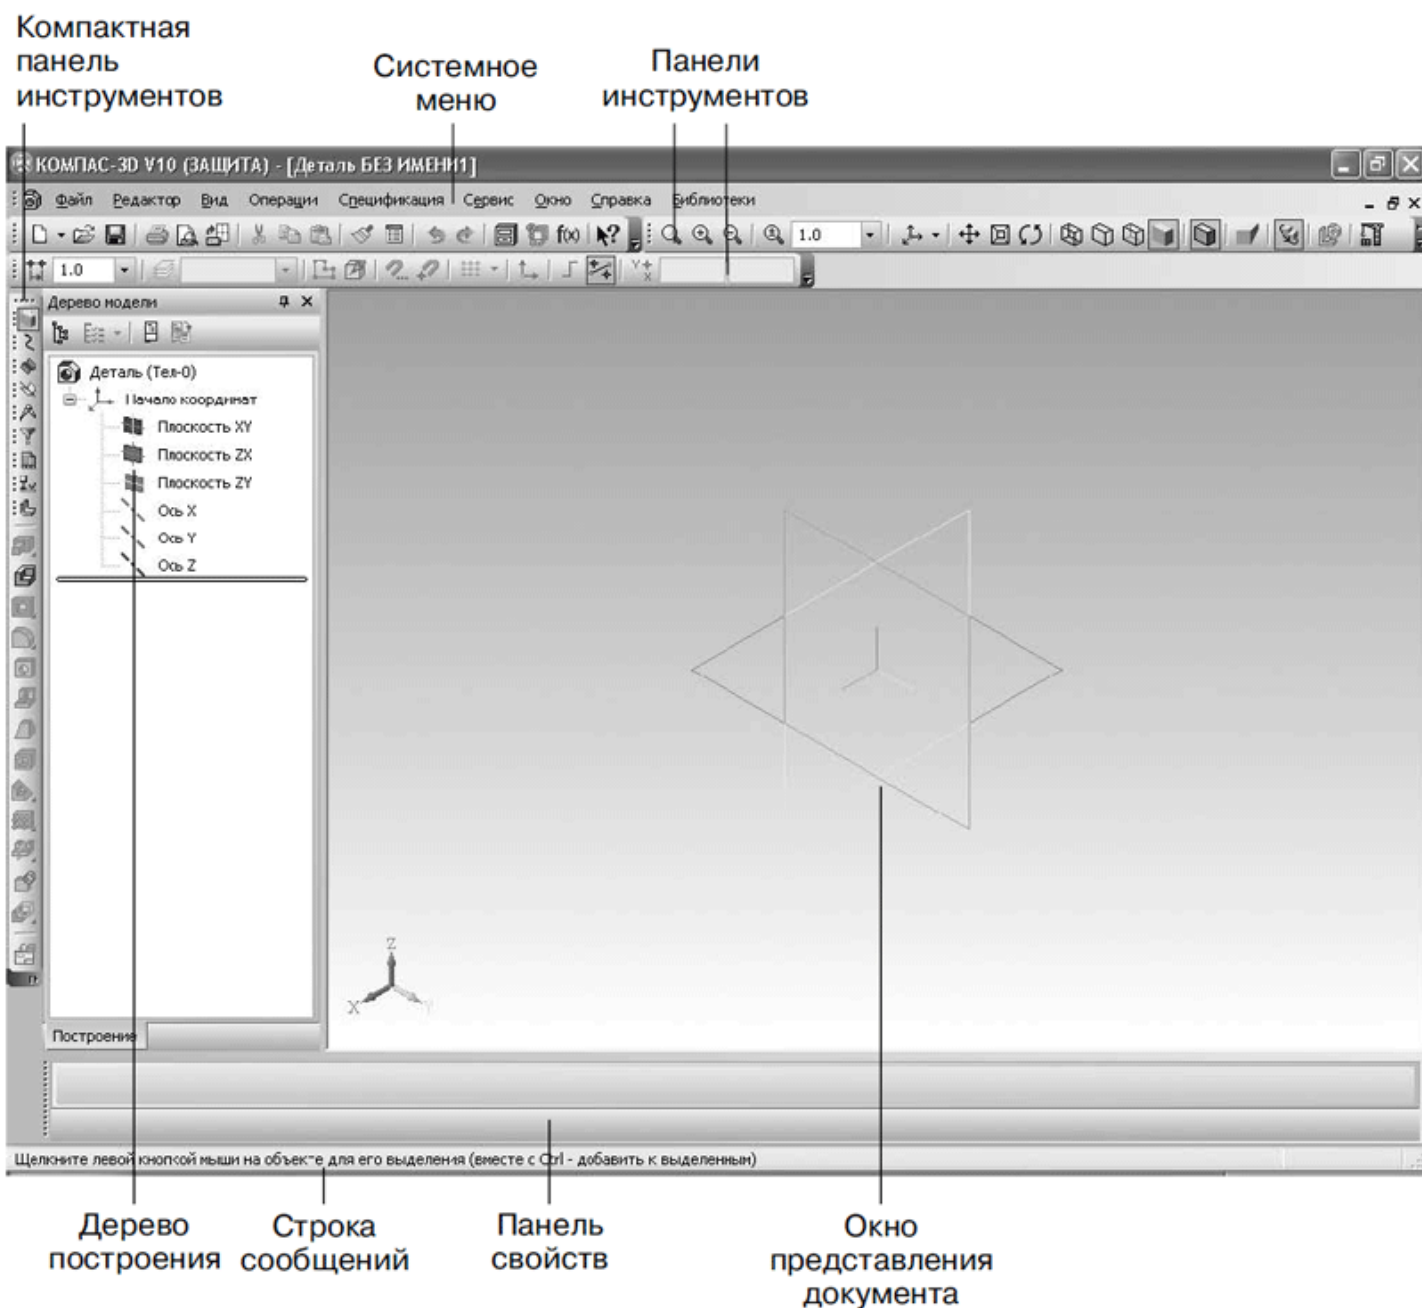
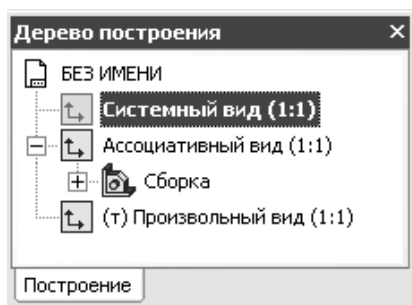

Рис. 1.4. Элементы пользовательского интерфейса системы КОМПАС-3D
Рис. 1.12. Дерево построения чертежа
Для детального знакомства с интерфейсом программы стартовой страницы явно недостаточно, поэтому выберите в диалоговом окне Новый документ тип файла Деталь и нажмите кнопку ОК (или просто воспользуйтесь ссылкой Деталь на стартовой странице программы). Система создаст новый документ КОМПАС-Деталь, при этом главное меню и панели инструментов изменятся (рис. 1.4).
- *Компактная панель инструментов* – наиболее важный и часто используемый элемент интерфейса. Это вертикальная панель, по умолчанию расположенная в левой части окна программы. Она объединяет панели инструментов, предназначенные для создания и редактирования моделей, чертежей или элементов спецификаций. Между панелями инструментов можно переключаться с помощью специальных кнопок (на рис. 1.4 эти кнопки размещены в верхней части компактной панели). Состав компактной панели зависит от типа документа, с которым работает пользователь.
Панель свойств может быть закреплена возле любого края клиентской области главного окна программы. Для этого нужно воспользоваться соответствующей командой подменю Размещение контекстного меню. Его можно вызвать, щелкнув правой кнопкой мыши в любой точке панели свойств. Кроме того, панель свойств может быть зафиксированной (см. рис. 1.4) или плавающей. Плавающая панель в неактивном состоянии скрывается за границей (фреймом) главного окна. Это может быть удобно при небольшом разрешении экрана монитора (например, 800 ? 600), так как при этом панель свойств не будет закрывать собой участок клиентской области окна документа. При достаточно большом разрешении экрана режим плавающей панели не совсем удобен, потому что для каждого обращения к свойствам текущей операции панель придется «доставать» из-за края неклиентской области окна (для чего нужно будет щелкать кнопкой мыши на закладке с заголовком панели и ждать, пока панель всплывет).
При установленных флажках возле команд Дерево построения (присутствует только в документе-чертеже) и Строка сообщений в главном окне приложения будут присутствовать соответствующие элементы интерфейса. По умолчанию флажок Строка сообщений установлен всегда, а пункт Дерево построения для чертежа отключен. Сняв любой флажок, пользователь может спрятать одноименный элемент интерфейса программы. Обратите внимание, что дерево построения чертежа (рис. 1.12) отличается от дерева построения сборки или детали (см. рис. 1.4). В нем отображается иерархия видов графического документа. Текущий вид обозначается символом (т) перед названием вида. Если учесть, что во фрагменте, в отличие от чертежа, изображение создается в едином виде масштабом 1:1, то станет понятно, почему при выборе документа КОМПАС-Фрагмент дерево построения пропадает – для фрагмента оно просто не нужно.